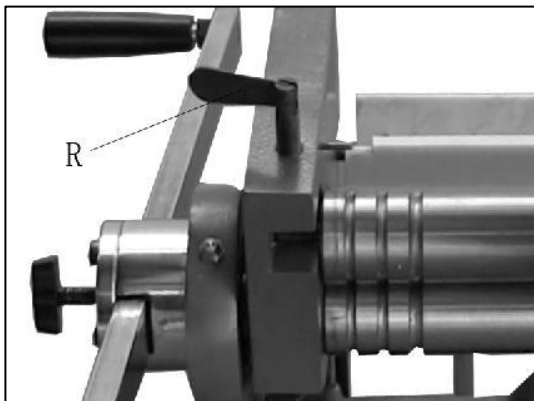

Figure 12
5. Desserrer le boulon (R, Figure 12)
8. Réinstallez le rouleau supérieur et serrez le boulon (R, Figure 12).